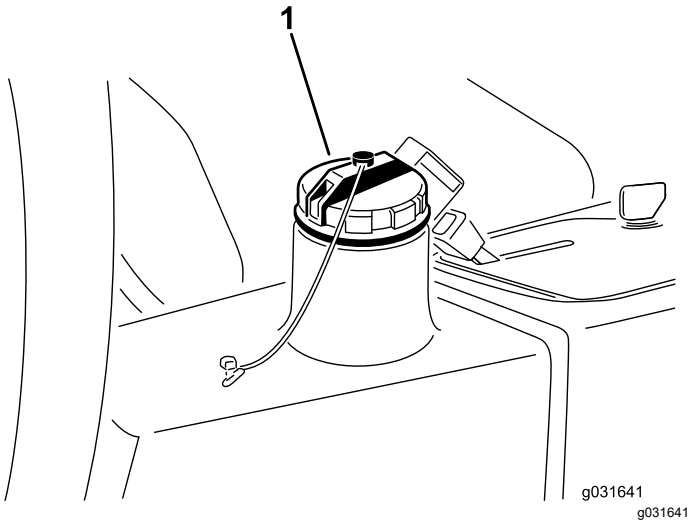

Figure 59
- Nettoyez la surface autour du goulot de remplissage et du bouchon du réservoir hydraulique (Figure 59).
- Remettez le bouchon du réservoir hydraulique (Figure 59).